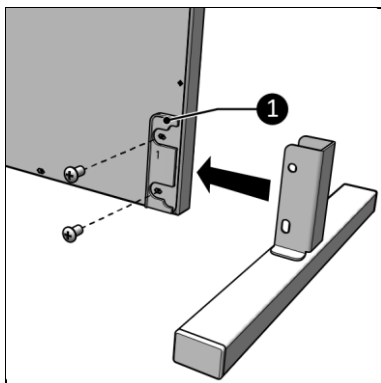

Figura 9
3. Așezați plăcile de plastic furnizate pe partea din spate a încălzitorului (Figura 9, poz. 9).